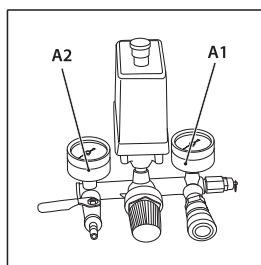
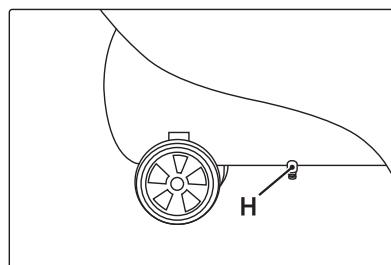

рис. 8
рис. 9
Компрессор воздушный поршневой состоит из поршневого блока, электродвигателя, ресивера, ременного привода и системы управления. Поршневой блок состоит из трех рабочих цилиндров, поршней, клапанов, расположенных в головках цилиндров, кривошипно-шатунного механизма. Сообщение поршню возвратно-поступательного движения осуществляется через кривошипно-шатунный механизм, который соединен с валом электродвигателя механизмом ременной передачи. Сжатый воздух подается в ресивер, в котором он частично охлаждается, очищается от влаги и аккумулируется. Ресивер оборудован манометром (A1) (рис. 8) для контроля давления, клапаном для слива конденсата (H) — для удаления конденсата из ресивера (рис. 9).